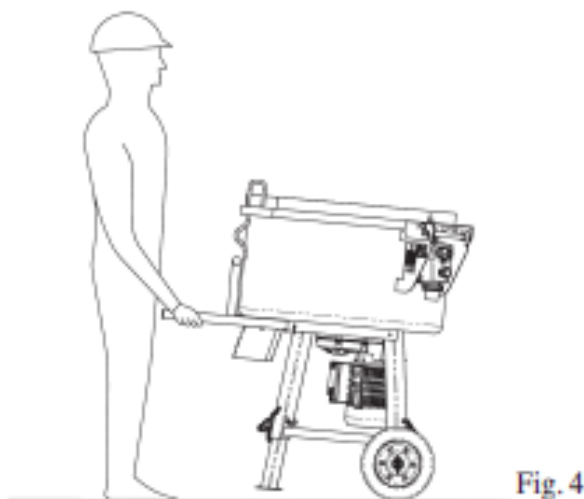

Fig. 4
N.B.: Când manevrați malaxorul în cadrul locației de utilizare, prindeți întotdeauna mânerul ferm cu mâinile ca în Fig. 4, deplasându-l pe roțile sale și numai pentru poziționare și pe distanțe scurte. Înălțimea picioarelor este reglabilă. Dacă doriți să modificați înălțimea aparatului, ridicați-l ușor, instalat așa cum se arată la punctul 2.2, Fig. 3 și urmați indicațiile date la punctul 3.1 etapa 2. Lăsați jos malaxorul, sprijinindu-l din nou pe un teren solid, plan.